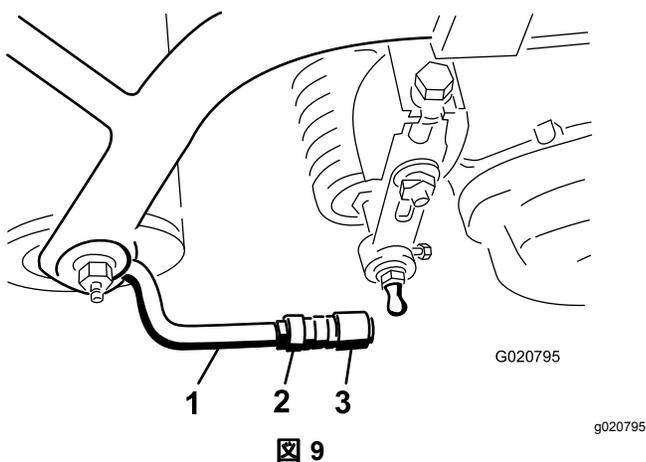

図 9
- 5. ソケットの口をボールスタッドに向けてソケットをボールジョイントに嵌め、ジャムナットを締めて固定する 図 9。